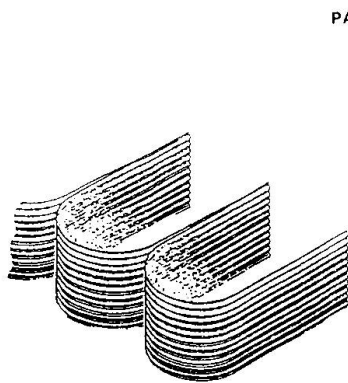

Fig. 2 - STRUCTURE: TÔLE
- a) Structure cellulaire ouverte (fig. 2; 3; 5 et 7). L'élément de base est un voile mince en tôle ou treillis en forme de "U", avec l'ouverture vers le massif à soutenir.